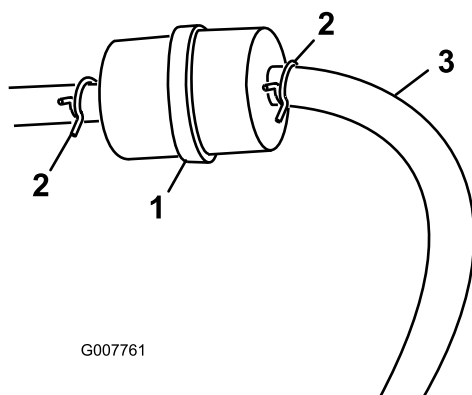

Figura 24
3. Aperte as pontas dos grampos da tubagem e afaste-as do filtro (Figura 24).
5. Instale um filtro novo e coloque as braçadeiras junto ao filtro (Figura 24).
3. Desaperte a braçadeira do tubo no filtro de combustível e deslize-o para cima do tubo de combustível afastando do filtro (Figura 24).
4. Desligue o tubo de combustível do filtro (Figura 24).
Nota: Deixe a gasolina drenar para uma lata ou recipiente de combustível (Figura 24).
5. Instale o tubo de combustível no filtro. Deslize a braçadeira do tubo para perto do filtro de combustível para prender o tubo de combustível (Figura 24).